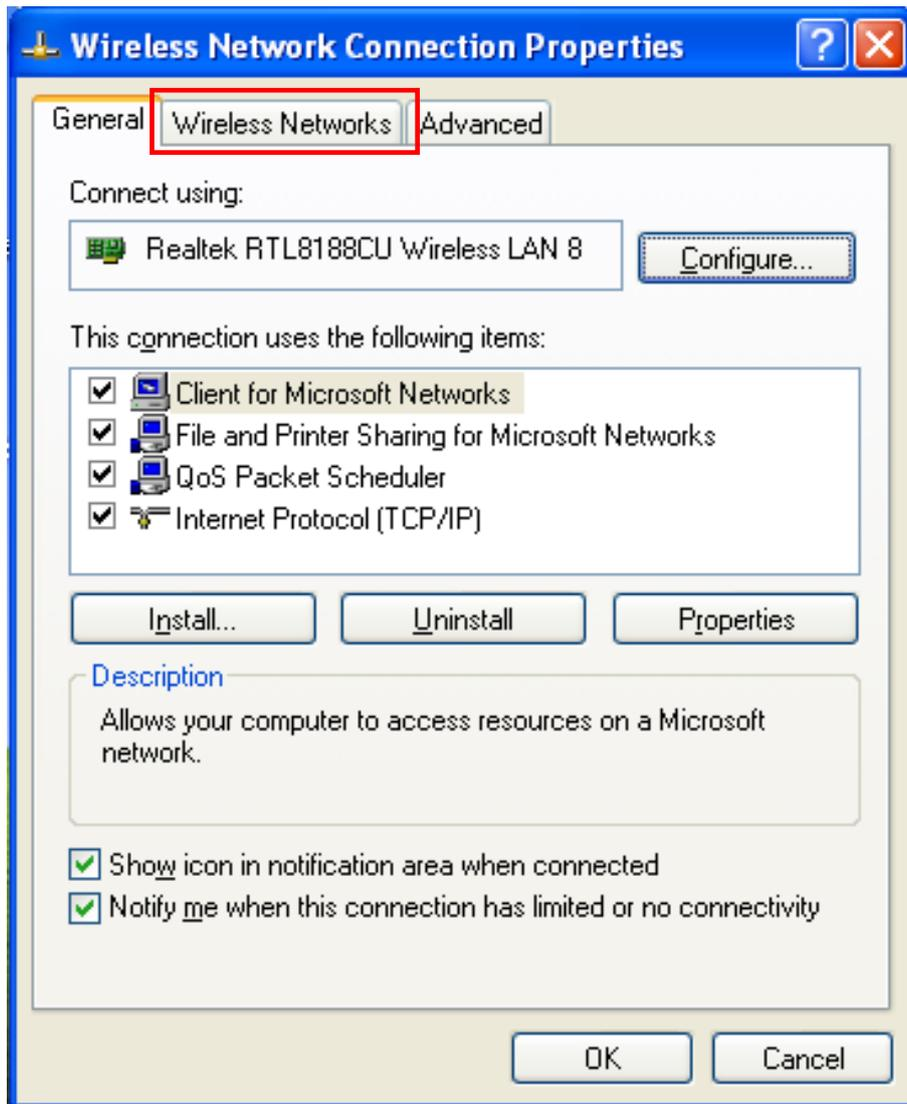

Figura 10
- ③ Cuando aparezca el cuadro de dialogo, clic en “redes inalambricas” en la parte superior del cuadro (Figura 10)